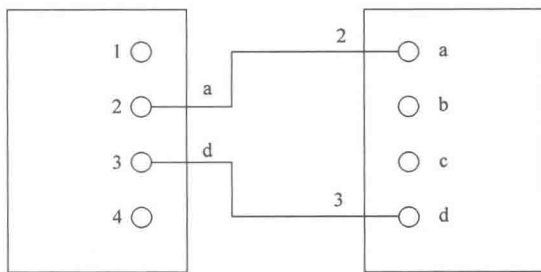

图 1-8
41. 如图 1-8 所示的导线标记是\_\_\_\_\_。